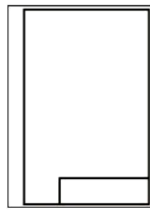
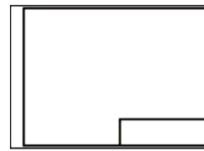
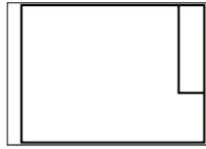

Рис. 1
Рис. 2
Рис. 3
- +а. Рис. 1 и Рис. 2
- б. Рис. 2 и Рис. 3
- с. Рис. 3